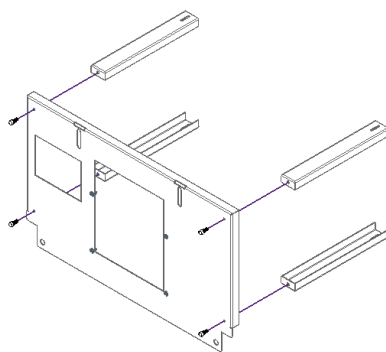

Figura 2 – Montagem mesa auxiliar
1. Proteger a superfície sobre a qual se vai trabalhar. Deve unir-se as quatro pernas da mesa com quatro parafusos DIN912 M8x20mm como mostra a Figura 2, deve-se apertar apenas com as mãos, para ser mais fácil de executar o resto da montagem do conjunto.